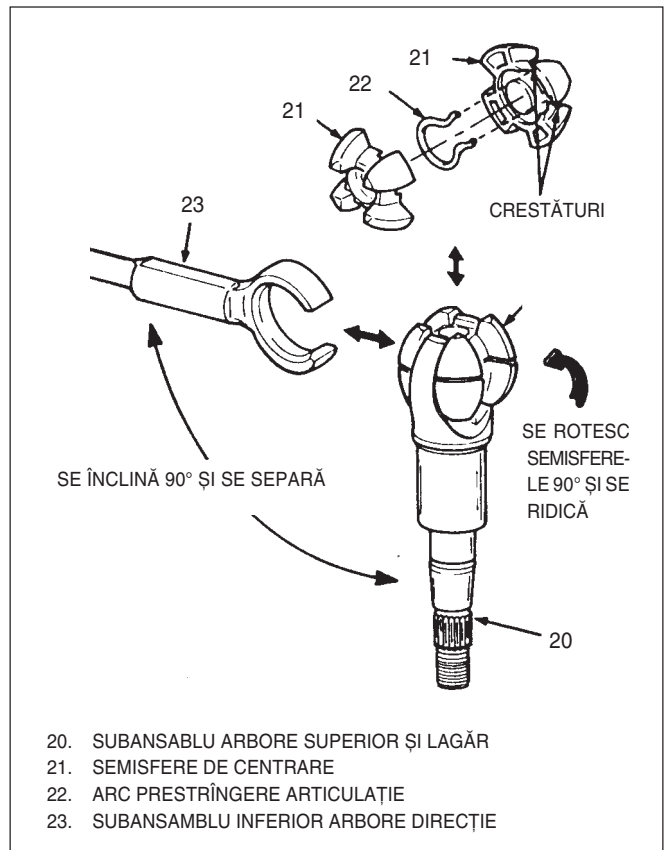

Fig. 15 Poziționare arbore de direcție și semisfere de centrare
❖ Se dezassemblează (Fig 15)
- Se poziționează arborele superior (20) la 90° față de arborele inferior (23) și se separă (Vezi Fig 15).
- Se rotesc semisferele de centrare (21) cu 90° și se demontează de la arborele superior (20).
- Se separă semisferele (21) și arcul de prestrângere (22) al articulației.
❖ Se assemblează (Fig 15 și 16)
- 1) Se unge cele două semisfere (21) și arcul de prestrângere (22) cu vaselină pe bază de litiu.
- 2) Arcul (22) între semisferele (21) cu capetele (arcului) între creștături (Vezi Fig 15).
- 3) Se unge capătul sferic al arborelui superior (20) cu vaselină pe bază de litiu.
- Semisferele (21) în arborele superior (20) și se rotesc semisferele cu 90°.
- 4) Se unge capătul sferic al arborelui superior (23) cu vaselină pe bază de litiu.
- 5) Se poziționează arborele superior (20) la 90° față de arborele inferior (23) (Fig 15).
- Arborele superior (20) la arbore inferior (23) și se strânge.